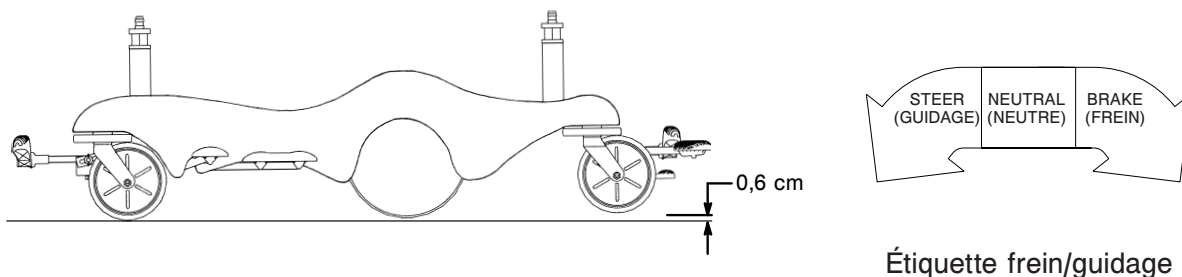

Figure 3.2 : Position de guidage
**Lorsque la pédale de frein/guidage est en position de guidage**, les roues côté pied sont à environ 0,6 cm du sol et le brancard repose sur les deux roues de tête et les deux roues Big Wheel®, comme illustré dans la Figure 3.2. Le brancard est alors plus facile à déplacer et à guider.